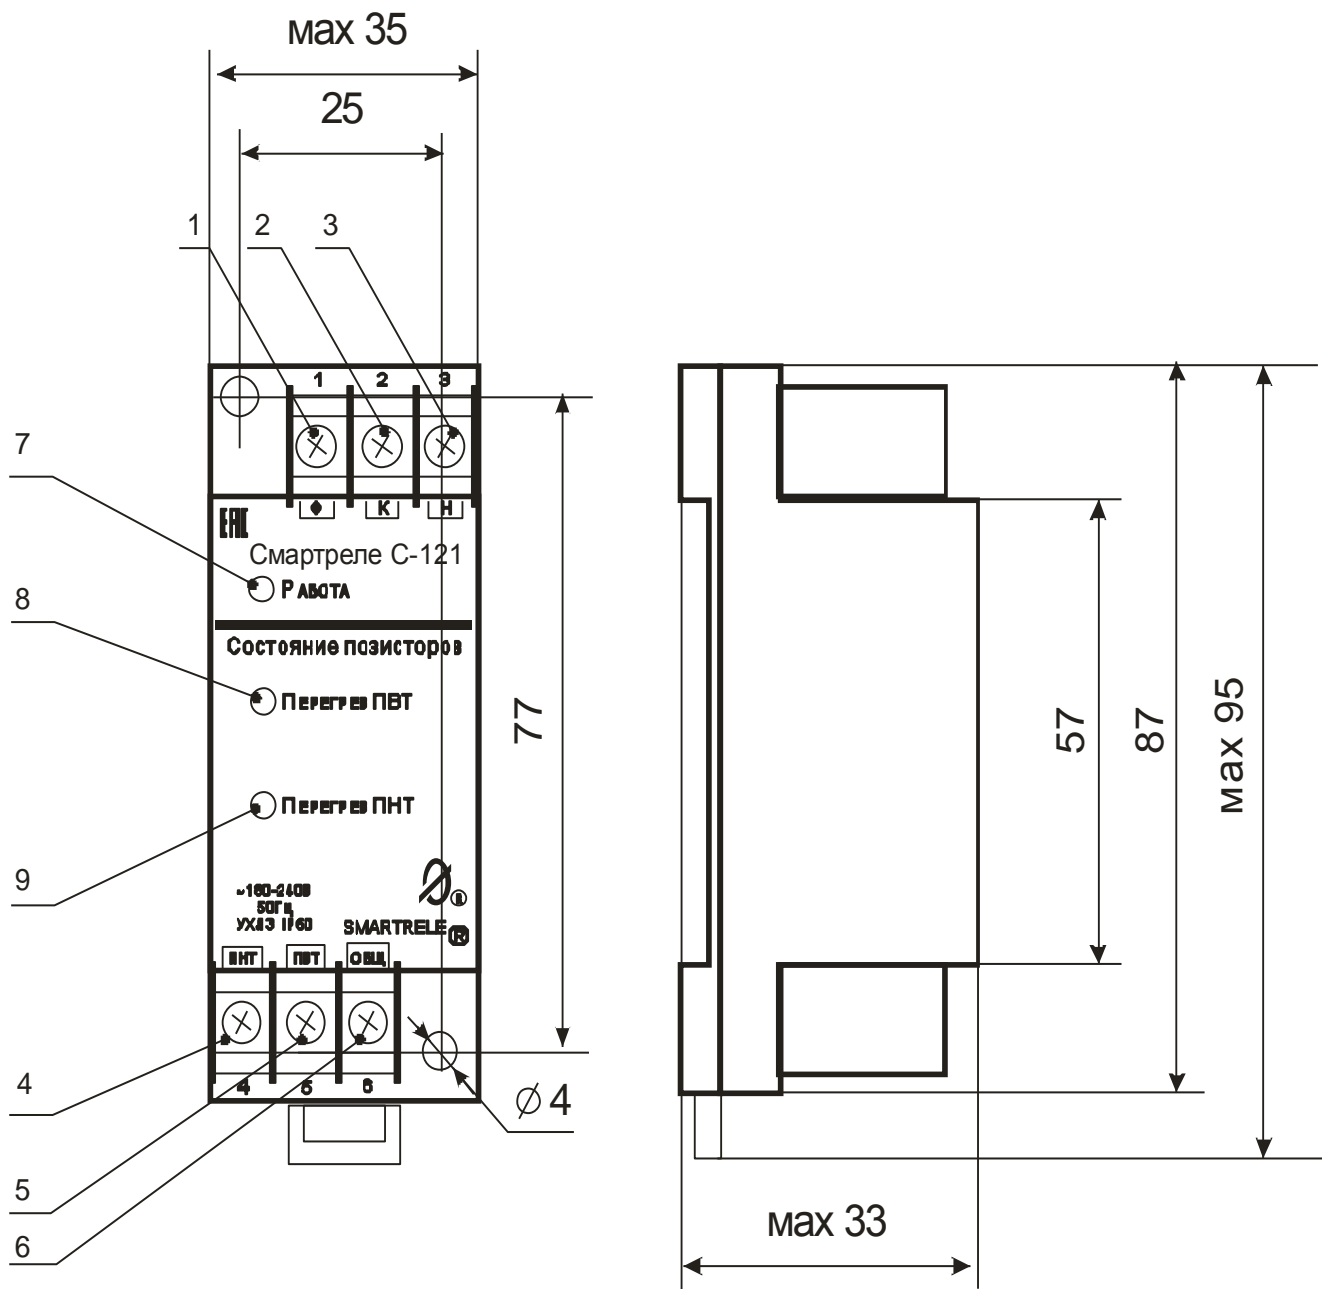

Рисунок 1 - Внешний вид реле и расположение его органов индикации
4.2 Внешний вид реле и расположение его органов индикации показаны на рис.1.